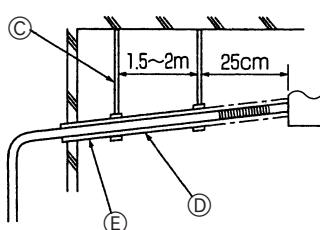

Fig. 8-2
- (4) Certifique-se de que a tubagem de drenagem possui um gradiente de declinação superior a 1/100. (Fig. 8-2)